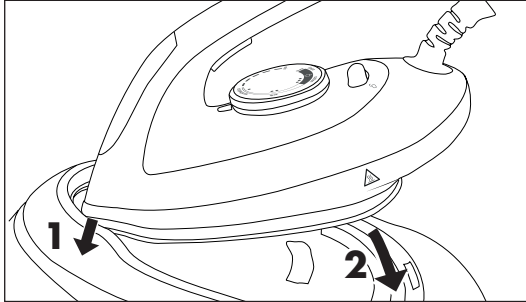

Abb. 8
- 5) Stellen Sie das Bügeleisen nach dem Bügeln auf die Abstellfläche **6** der Basisstation. Führen Sie erst die Spitze des Bügeleisens unter die Kante vorne an der Abstellfläche **6** und setzen Sie dann das Bügeleisen komplett auf der Abstellfläche **6** ab (siehe Abb. 8).